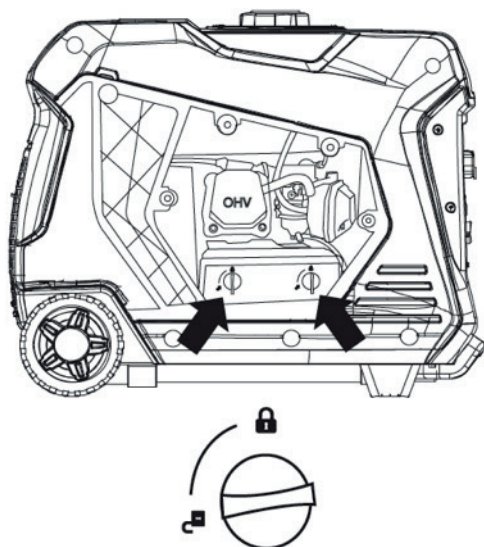

Figura 14: Abrir la Cubierta del Filtro de Aire
3. Gire los dos pomos en el limpiador de aire para abrir la cubierta. Incline la cubierta hacia abajo para acceder al elemento de espuma (ver Figura 14).